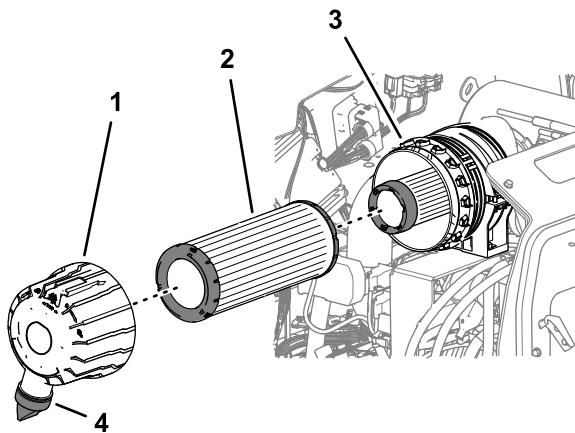

Figure 50
3. Déposez le préfiltre (Figure 50).